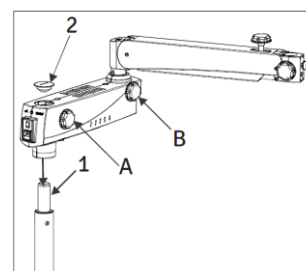

Fig. 3
Installare il gruppo del braccio girevole sull'albero di supporto verticale (1) come da Fig. 3.